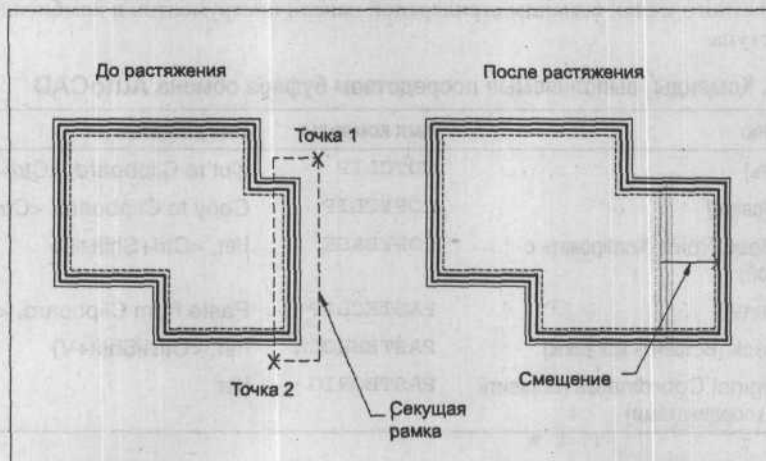

Рис. 7.6. Для выделения объектов, которые вы собираетесь растянуть, используйте секущую рамку
- ✓ Для эффективного использования команды **Stretch** следует, выделяя объекты, пользоваться текущей рамкой или текущим многоугольником (рис. 7.6), которые описаны выше.